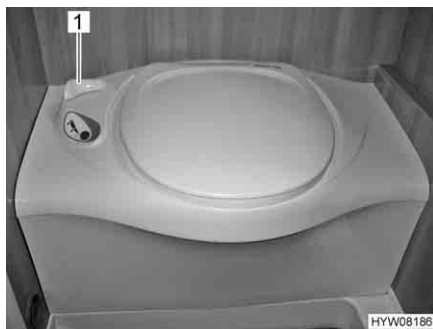

Fig. 156 Toilette Thetford
- Prima di tirare l'acqua, aprire il cursore della toilette Thetford. A tal fine ruotare la leva del cursore (Fig. 156,1) in senso antiorario.
- Dopo aver tirato l'acqua chiudere il cursore. Ruotare la leva del cursore (Fig. 156,1) in senso orario.